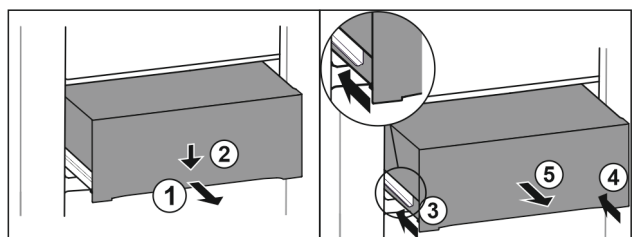

Fig. 64
- Tirer le tiroir jusqu'à mi-chemin. Fig. 64 (1)
- Appuyer sur l'avant du tiroir vers le bas. Fig. 64 (2)
- Insérer le rail gauche d'env. 2 cm. Fig. 64 (3)
- Insérer le rail droit d'env. 2 cm. Fig. 64 (4)
- Retirer le tiroir par l'avant. Fig. 64 (5)